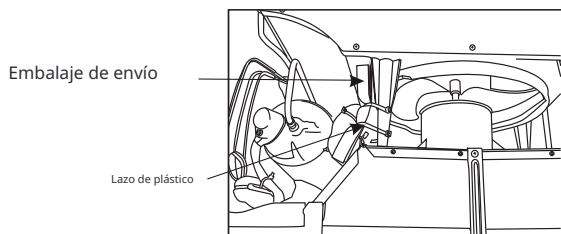

Fig.7
10. Es posible que su unidad venga con embalaje interno. Este embalaje debe retirarse antes de instalar el aire acondicionado de vuelta en el gabinete. (ver Fig. 7).